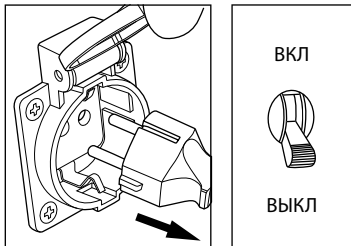

рис. 12
2. Отключите потребители электроэнергии от розеток, расположенных на панели генератора. Переведите прерыватели цепи переменного тока в положение «ВЫКЛ» (рис. 12).